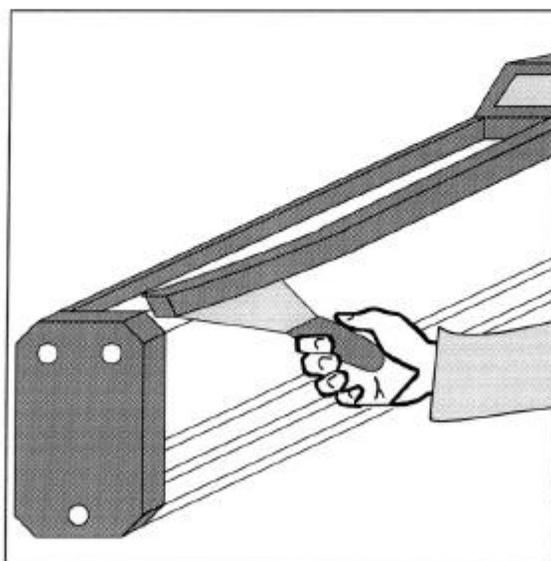

Abbildung 12-1 Schnappleiste durch Hebelwirkung ablösen.
1. Spachtel in die Nut zwischen Gehäuse und Schnappleiste einsetzen und Schnappleiste durch Hebelwirkung nach und nach vom Gehäuse ablösen (Abbildung 12-1).